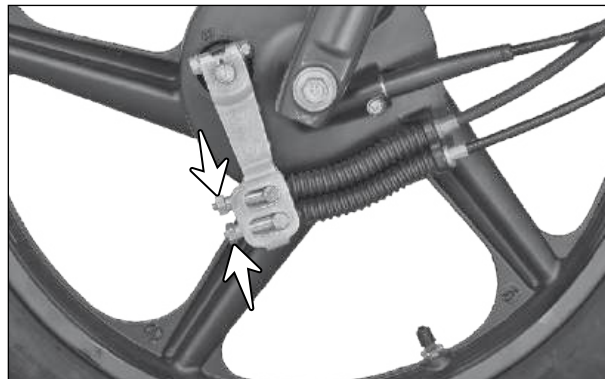

Fig. 6.1
- Remova as porcas de ajuste (setas) do freio dianteiro. (Fig. 6.1)